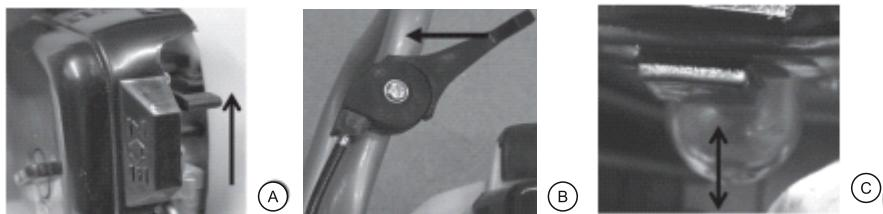

Рис.11
2. Закройте воздушную заслонку. Для этого рычаг заслонки переведите в верхнее положение (Рис. 11 А).
3. Рычаг газа установите в среднее положение (Рис.11 В).
4. Нажмите на праймер подкачки топлива на карбюраторе несколько раз до заполнения его топливом (Рис. 11 С).